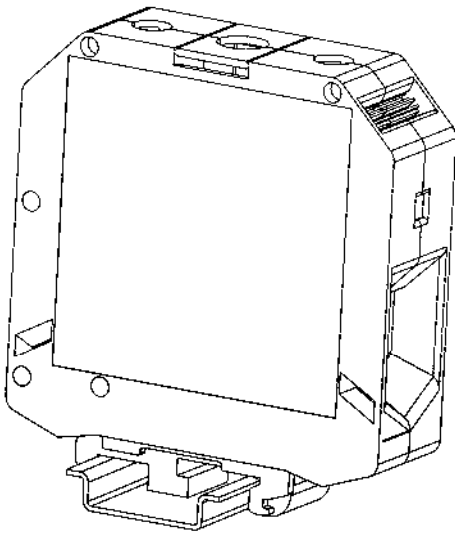

Рисунок 15 – установка клеммы с винтом с внутренним шестигранником на монтажную рейку
- Заведите клемму в зацепление и зацепите клемму с монтажной рейкой (рис. 15);